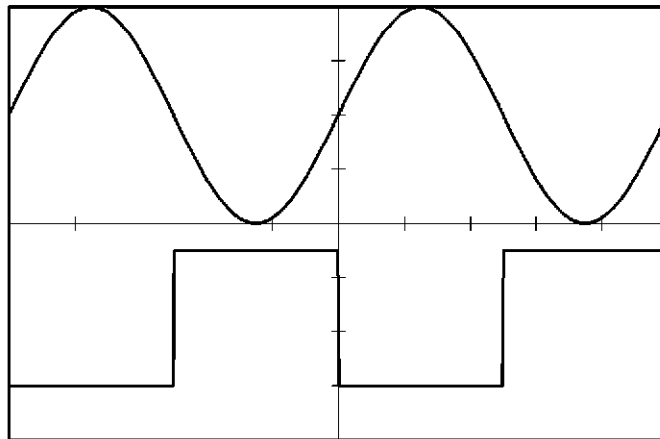

図 8-23 シーケンス・マーカ、ネガティブの確認波形
18. 図 8-23 のように、出力信号が負の区間でハイになっているマーカが出力することを確認します（マーカ極性ネガティブの確認）。